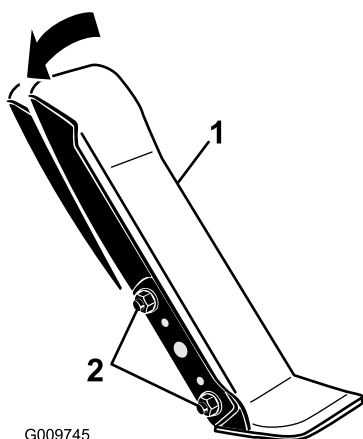

図 114
1. 走行ペダルの左側をブラケットに固定しているナットとボルト各2をゆるめる 図 114。
2. 走行ペダルを希望の角度に調整しナットで固定する 図 114。